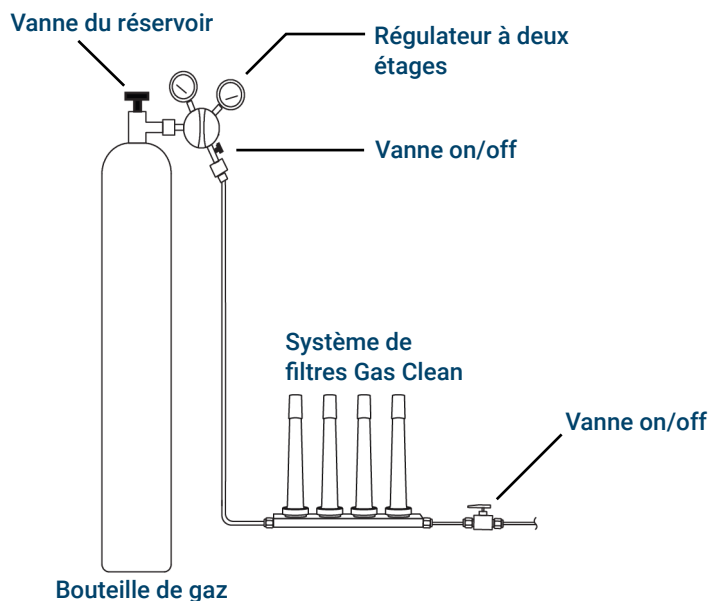

Figure 9. Raccordement des alimentations en gaz
1. Déterminez l'emplacement d'installation des pièges sur votre ligne d'alimentation. **Figure 9** présente l'ordre conseillé des pièges pour le gaz vecteur et les emplacements recommandés des vannes On/Off. Reportez-vous aussi au *Guide de préparation du site*.